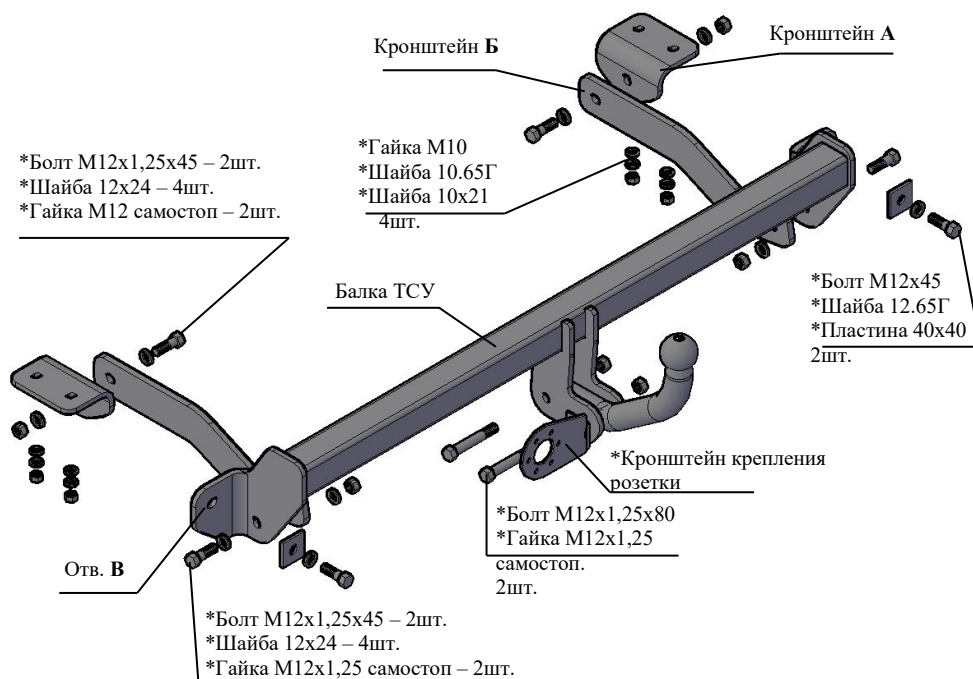

Рис.1 Тягово-цепное устройство 9510
2.1 ТСУ 9510 в сборе (рис.1)	1 шт.
2.2. Пакет с комплектующими (см. рис.1)	шт.
Закрепить сцепной шар и кронштейн крепления розетки к кронштейнам шара крепежом соответственно рис.1 (предварительно кронштейн крепления розетки скрепить с уголком болтом М10х20 и гайкой М10 самостоп).